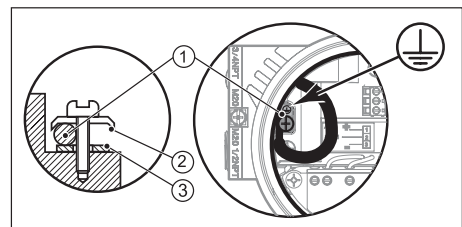

Fig. 4.1 Raccordements des fils de terre
- * Si nécessaire, monter le fil de terre (1) entre l'anneau supérieur (2) et l'anneau inférieur (3) du raccordement de fil de terre (voir la Figure 4.1).